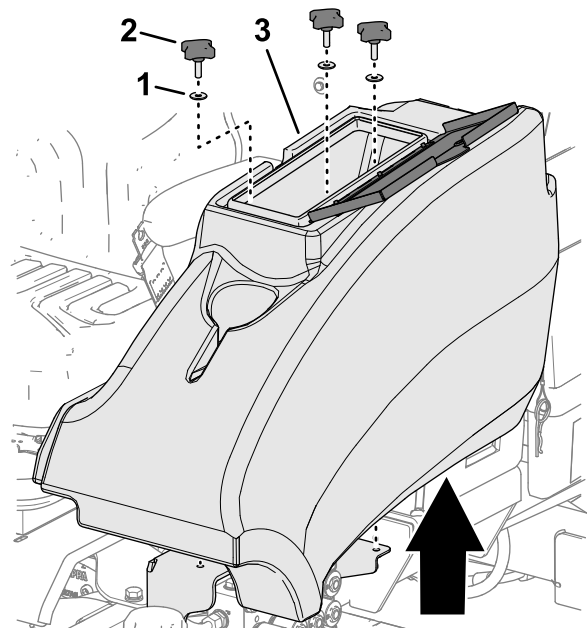

Bild 56
1. Öffnen Sie auf der linken Seite der Bedienerplattform die Klappe zum Ablagefach (**Bild 56**).
2. Entfernen Sie die drei Handräder und die drei Unterlegscheiben, mit denen das Ablagefach an der Maschine befestigt ist, und nehmen Sie das Ablagefach heraus (**Bild 56**).